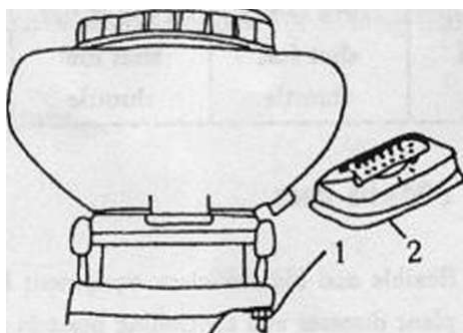

Рис. 1.
- 1) Открутите две крыльчатые гайки с бака для химикатов и разберите бак. Смените насадку для опыления на насадку для распыления жидкостей, затем соберите бак и завинтите крыльчатые гайки как указано на рис. 1.